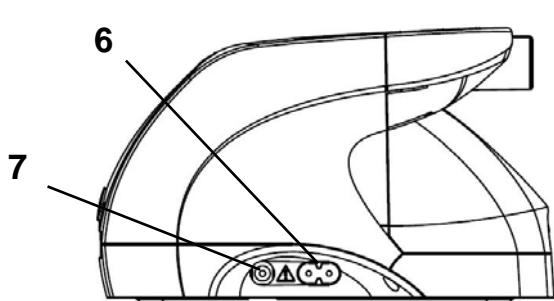

Figure 4 – Vue de droite
Contrôlez que l'appareil Sandman Duo™ ou Sandman DuoST™ et le cordon secteur détachable n'ont pas de défaut apparent. Branchez une extrémité du cordon secteur détachable sur l'entrée d'alimentation de l'appareil (repère 6 de la Figure 4, page 139) et l'autre extrémité sur le secteur en vous référant au paragraphe "Installation standard de l'appareil" (page 142). L'appareil se trouve dans le dernier mode (marche/veille) dans lequel il était lors de la déconnexion du cordon secteur.
4. Branchez le cordon secteur détachable sur l'entrée d'alimentation de l'appareil (Repère 6 de la Figure 4 page 139).
4. Branchez le câble d'alimentation batterie sur l'entrée batterie externe de l'appareil (Repère 7 de la Figure 4 page 139).
4. Connectez le câble allume-cigare à l'entrée batterie externe de l'appareil (Repère 7 de la Figure 4 page 139).